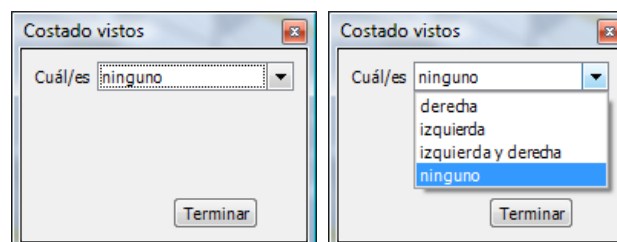

Figura 57 (costados vistos)
- Pinchando en el botón **Costados vistos** se selecciona cuál o cuáles van a ser los costados vistos del armario. Las posibilidades se seleccionan mediante una lista desplegable con las siguientes opciones: ningún costado visto, solo el costado izquierdo, solo el costado derecho, o los costados izquierdos y derechos a la vez. Los costados vistos son los que van a quedar a la vista, es decir, no van a ser tapados por ninguna pared. En la siguiente figura 57 se muestra el formulario de costados vistos.